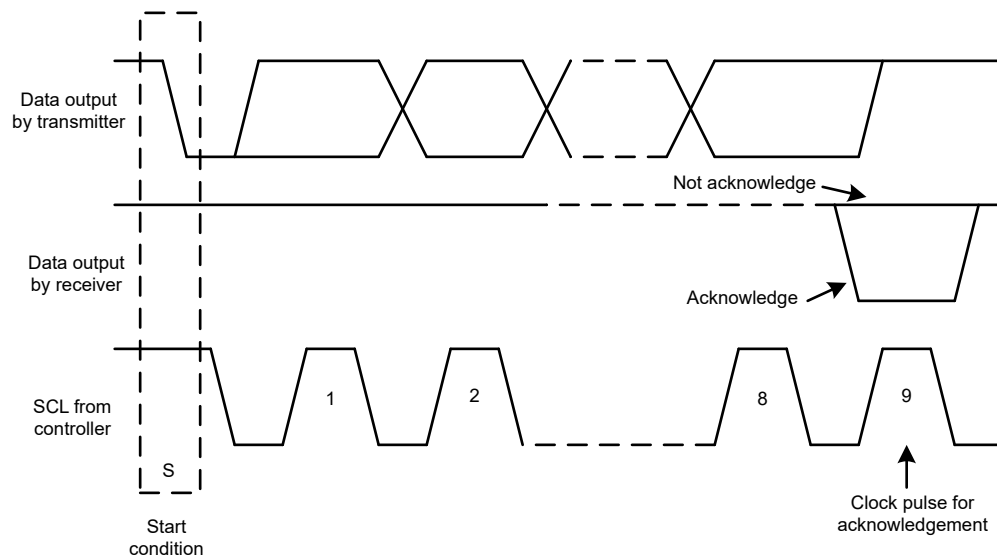
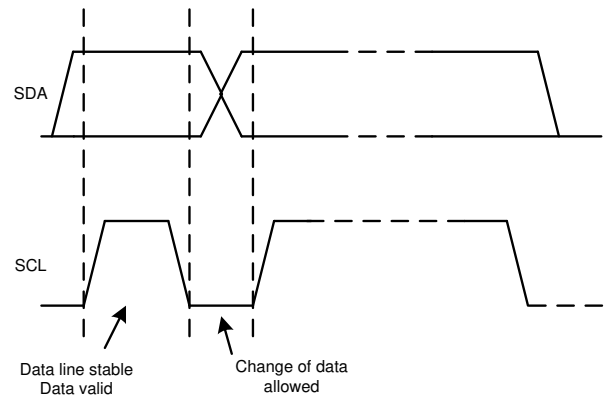

图 7-18. I2C 总线上的确认和非确认
图 7-20. 在 I2C 总线上的位传输
除了特定的时序信号外, I2C 接口还使用串行字节。在每个字节结束时, 第九个时钟周期产生并检测确认信号。确认是指 SDA 线在第九个时钟周期的高电平期间被拉低。非确认是指 SDA 线在第九个时钟周期的高电平期间保持高电平, 如图 7-18 所示。
2. 控制器随后产生 SCL 脉冲，并在 SDA 线上发送 7 位地址和读取/写入方向位 ( $R\bar{W}$ )。在所有传输期间，控制器确保数据有效。有效数据条件要求 SDA 线在时钟脉冲的整个高电平期间保持稳定，如图 7-20 所示。所有器件都识别控制器发送的地址，并将其与相应内部固定地址进行比较。只有具有匹配地址的目标器件才会通过在第 9 个 SCL 周期的整个高电平期间拉低 SDA 线来生成确认，如图 7-18 所示。当控制器检测到此确认时，则表示与目标的通信链路已建立。